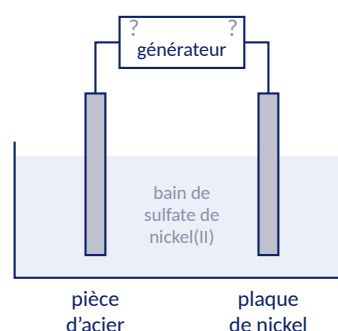

Figure 1 — Cuve de nickelage
Pour la protéger de l'usure, une pièce d'acier de surface totale $S = 60,0 \text{ cm}^2$ est nickelée dans un bain de sulfate de nickel(II) contenant des ions Ni^{2+} (figure 1). L'électrolyse dure $\Delta t = 25,0 \text{ min}$ sous une intensité constante $I = 1,50 \text{ A}$.
- 3.1 Reproduire la figure 1 en remplaçant les points d'interrogation par la polarité du générateur, le nom de chaque électrode et le sens du courant. Sur quelle électrode la pièce doit-elle être placée ? Justifier.